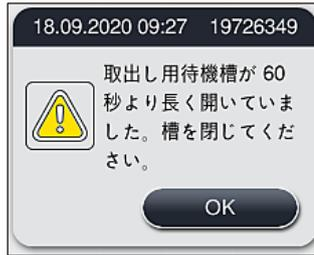

図 89
- 挿入用待機槽を 60 秒以上開けたままにすると、情報メッセージ (→「図 89」) が表示されます。